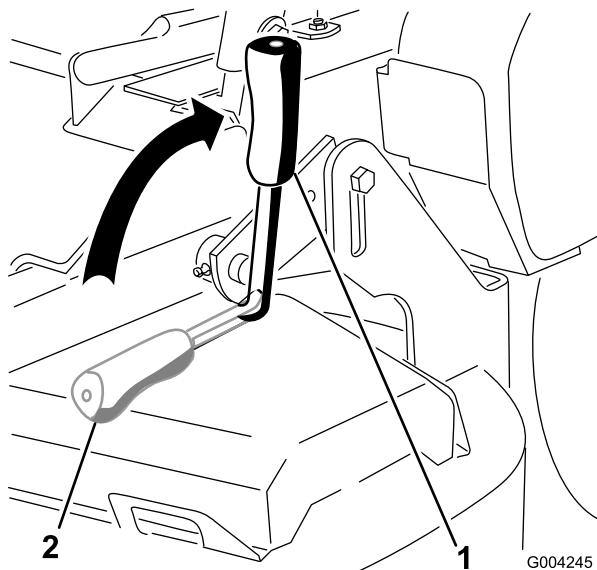

Bild 9
2. Ziehen Sie den Feststellbremsshebel nach hinten und oben, um die Feststellbremse zu aktivieren (Bild 9). Der Feststellbremsshebel muss fest in der aktivierte Stellung bleiben.
Drücken Sie den Feststellbremsshebel nach vorne und unten, um die Feststellbremse zu lösen (Bild 9).